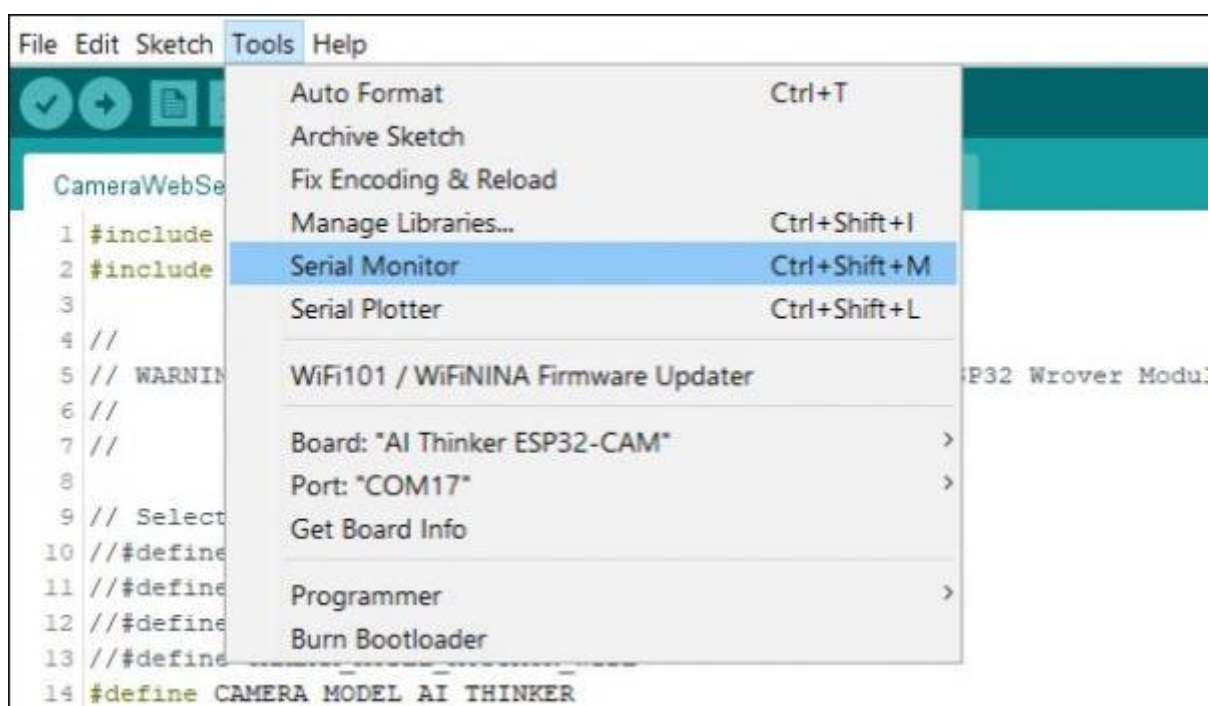

Рисунок 2.18 – Відключення
**Крок 7.** Відключаємо підтяжку GPIO0 і запускаємо Serial Monitor (Tools - Serial monitor) (рис. 2.18):